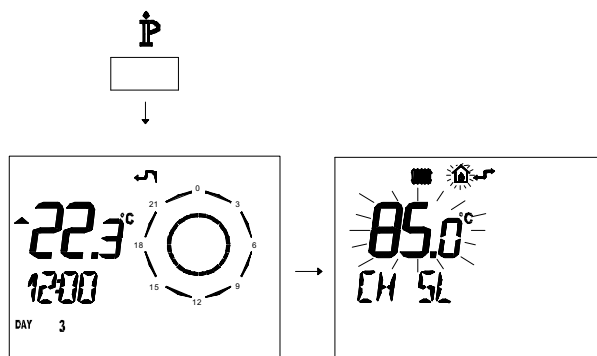

Figura 5.61
- Premere per più di 3 secondi il pulsante  per entrare in modalità **INFO** (Figura 5.61).